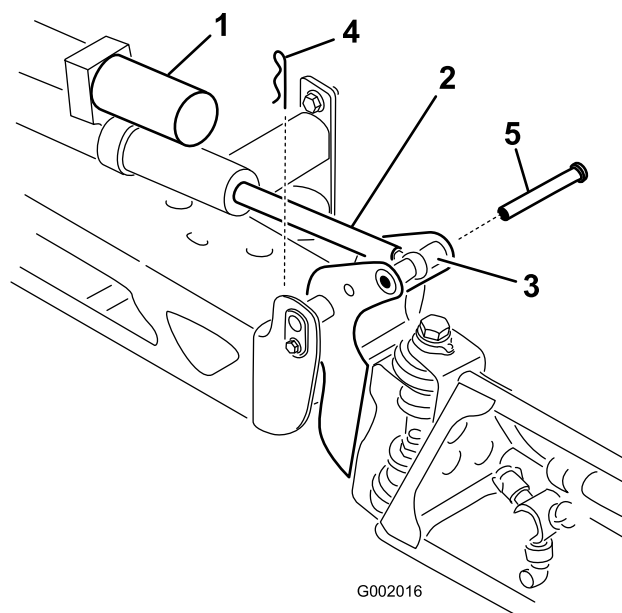

Figura 50
2. Retire el pasador de horquilla del pasador de giro (Figura 50).
3. Levante el brazo y retire el pasador (Figura 50). Baje el brazo lentamente sobre el tope.
6. Eleve el brazo para alinear el pivote con el émbolo del actuador. Sujetando el brazo, introduzca el pasador a través del pivote del brazo y del émbolo del actuador (Figura 50).